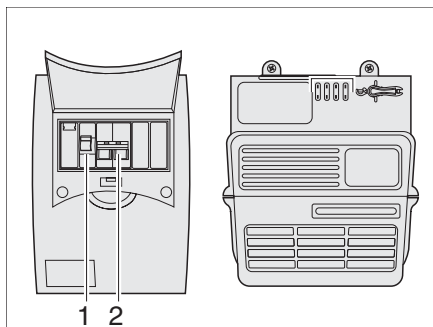

Fig. 100 Caja de fusibles 230 V
El fusible principal (Fig. 100,2) asegura la corriente de entrada de 230 V con máx. 10 A. Además, un interruptor de corriente de defecto (Fig. 100,1) está instalado en la caja de fusibles.
- Conectar y desconectar el interruptor de protección de línea de 230 V (ver Fig. 100) y el interruptor principal de la batería (ver Fig. 94) brevemente, para interrumpir el flujo de corriente.